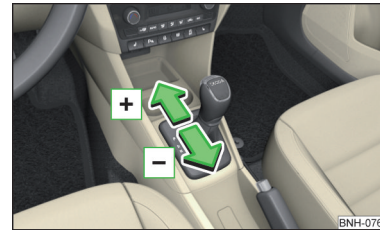

Abb. 188
- Zum **Hochschalten** den Wählhebel nach vorn  tippen » Abb. 188.
- Zum **Herunterschalten** den Wählhebel nach hinten  tippen » Abb. 188.